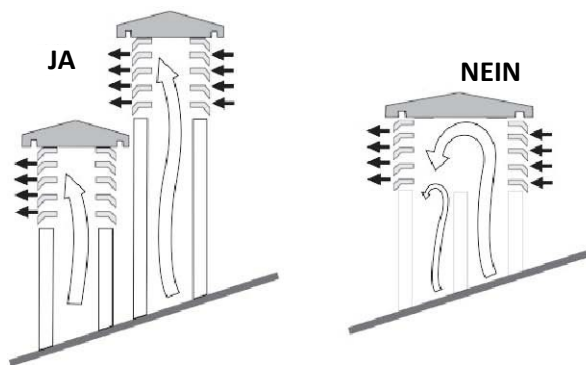

Abb.3
- Falls Rauchabzüge mit parallelen Ausgängen verwendet werden, muss der Gegenwind-Rauchabzug um ein Element erhöht werden. (Abb.3)